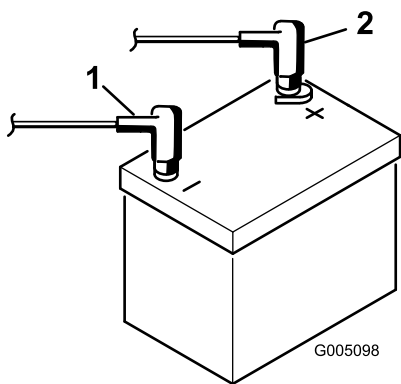

Рисунок 4
7. Подсоедините положительный кабель (красный) к положительной клемме (+), а отрицательный кабель (черный) к отрицательной (-) клемме аккумулятора и закрепите их болтами и гайками (Рисунок 4). Убедитесь в том, что положительная (+) клемма полностью надета на штырь и кабель плотно прикреплен к аккумулятору. Кабель не должен касаться крышки аккумулятора.